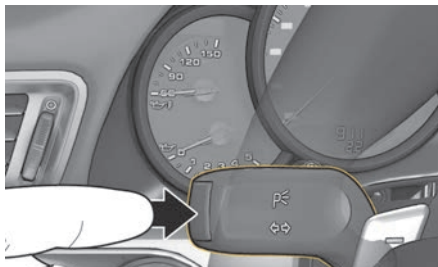

Fig. 68 : Touche de commande vocale sur le levier de commande
1. Appuyez sur la touche  du levier de commande (fig. 68).
- Appuyez sur la touche  du levier de commande (fig. 68).
La touche  (fig. 68) au niveau du levier de commande déclenche, selon l'utilisation, différentes fonctions :
1. Appuyez sur la touche  du levier de commande (fig. 68 à la page 93). Une liste comportant des exemples d'instructions s'affiche à l'écran du PCM.